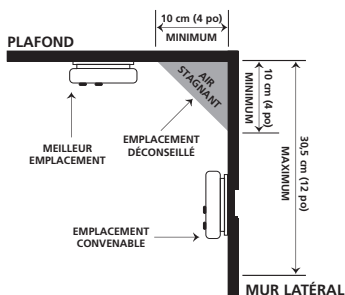

FIGURE 2A
- Quand on pose un avertisseur au plafond, il doit être à au moins 10 cm (4 po) du mur latéral (voir FIGURE 2A).
- Quand on installe l'avertisseur sur un mur, on doit choisir un mur intérieur de façon que le bord supérieur de l'avertisseur se trouve à au moins 10 cm (4 po) et à au plus 30,5 cm (12 po) du plafond (voir FIGURE 2A).
Les maisons mobiles modernes ont été conçues et construites pour offrir un haut rendement énergétique. Installer les avertisseurs de fumée selon les recommandations mentionnées ci-avant. (Voir la section EMBLEMES DÉCONSEILLÉS et FIGURE 1A et 1B. Dans le cas de maisons mobiles plus vieilles où l'isolation laisse à désirer, par rapport aux normes actuelles, la chaleur ou le froid extrême risque de traverser les murs et le toit, ce qui peut occasionner des conditions défavorables à l'intérieur de la demeure. Ce phénomène peut créer une barrière thermique qui empêche la fumée d'atteindre l'avertisseur posé au plafond. Si tel est le cas, installer l'avertisseur de fumée sur un mur intérieur de façon que le bord supérieur de l'avertisseur se trouve à au moins 10 cm (4 po) et au plus 30,5 cm (12 po) du plafond (voir FIGURE 2A). En cas de doute sur le degré d'isolation de la maison mobile ou, encore, si l'on constate que les murs extérieurs et le plafond sont ou chauds ou froids, ne placer l'avertisseur que sur un mur intérieur.